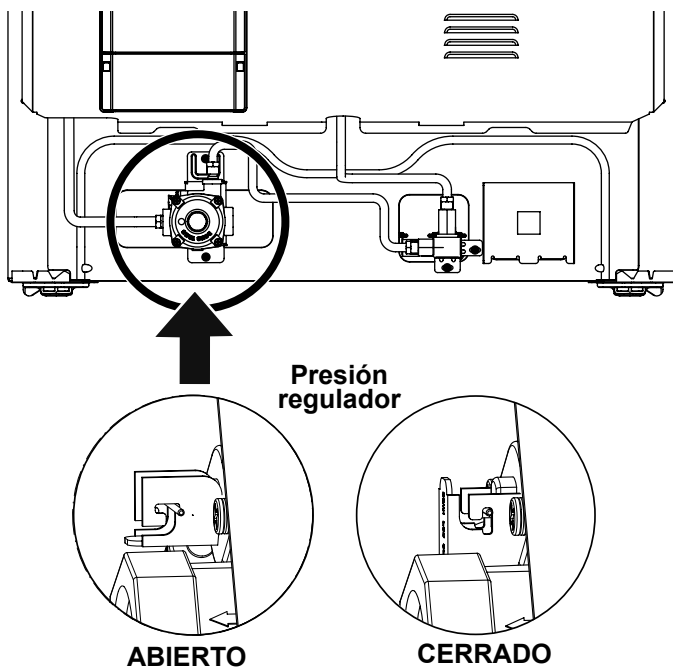

Fig. 11
- f. Asegúrese de que la válvula de cierre del servicio en el regulador de presión esté en la posición ON (Fig. 11).